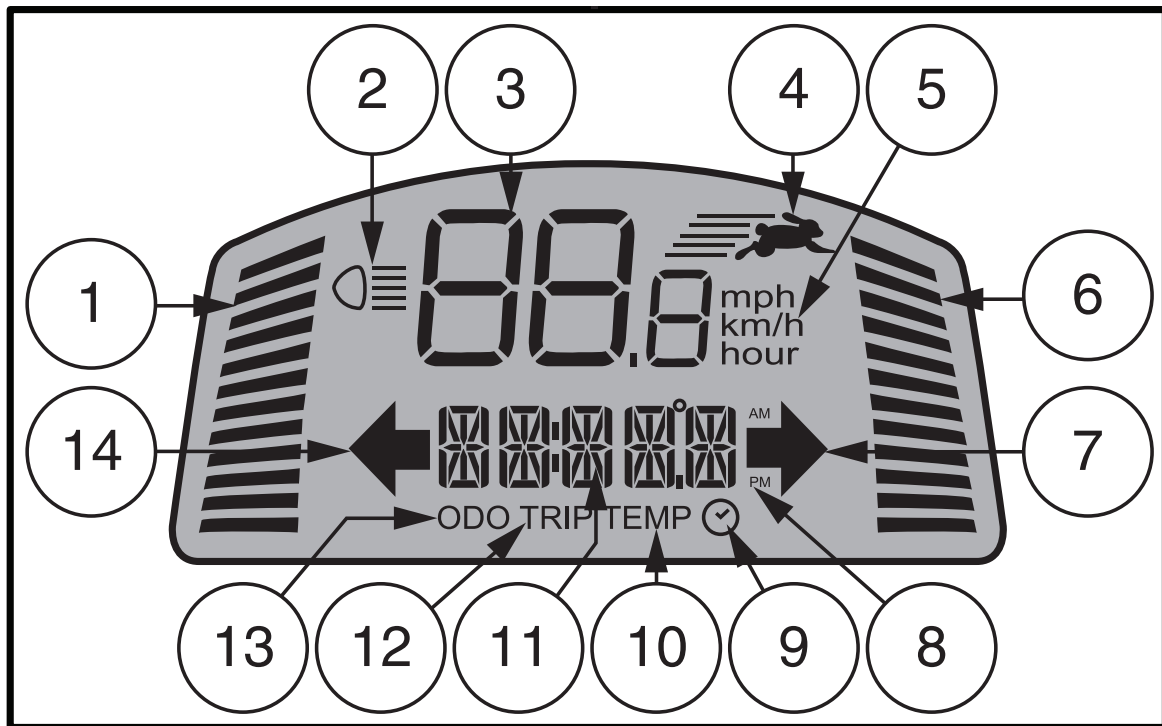

Figura 2. Schermo LCD
- Premere una volta il pulsante **High-Low** per impostare la velocità sulla regolazione alta. L'indicatore High-Low viene visualizzato sullo schermo LCD. **Vedere figura 2.** L'uso di questa impostazione insieme ai pulsanti di regolazione della velocità consente al PMV di raggiungere la velocità massima pre-programmata.
Questi pulsanti consentono di pre-selezionare e limitare la velocità del PMV. Questa è indicata nell'apposito indicatore di velocità massima sullo schermo LCD. **Vedere figura 2.**
NOTA: Maggiore è il numero delle barre illuminate all'interno dell'indicatore di velocità massima, maggiore sarà la velocità massima pre-selezionata. **Vedere figura 2.**
Il pannello di controllo LCD offre comode informazioni intuitive tramite lo schermo LCD. **Vedere figura 2.** Lo schermo LCD si utilizza anche per l'attivazione delle diverse impostazioni del pannello di controllo. **Vedere grafico 1.**